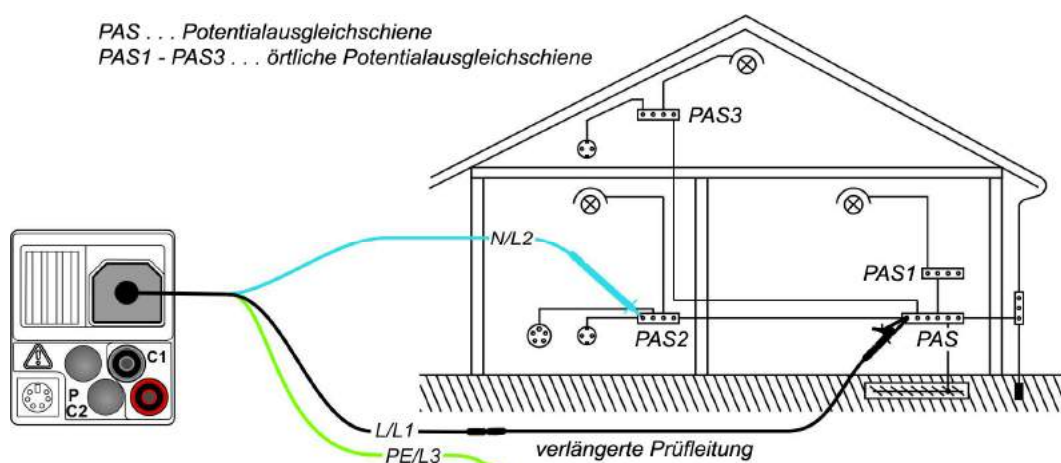

Abbildung 5.9: Anschluss der 3-Leiter-Prüfleitung und der optionalen 40 m Messleitung BENNING TA 5 (044039)
- ❑ Kontaktieren Sie die Prüfleitungen an das Prüfobjekt (siehe Abbildung 5.9).